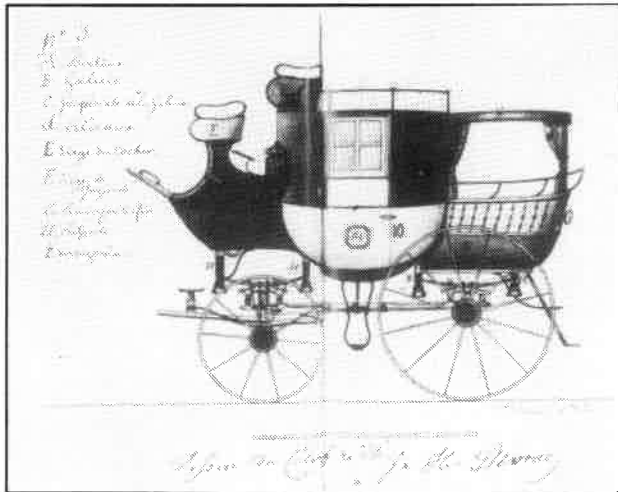

Abb. 2 Celerifer, aus dem Import-Brevet für Jean-Henri Sievrac von 1817 (INPI, Paris)
der französische Fahrradhistoriker Jacques Seray in einem französischen Radsportmagazin (3) und später in seinem Buch (4) seine Recherchen bekanntgab. Er war auf die in der Sorbonne vergrabene linguistische Dissertation des Kanadiers Richard Walter Jeanes (5) von 1950 gestoßen, in der auf die ständige Verwechslung von *vélocifère* und *vélocipède* hingewiesen wurde. Außerdem machte er deutlich, daß der Velocifer und der Celerifer seinerzeit Schnellkutschen mit festem Zeittakt waren und daß ein Jean-Henri Sievrac (sic!) aus Marseille am 30.6.1817 ein Importprivileg für einen Celerifer erhalten hatte (Abb. 2). Damit war klar: Baudry hat die Zweiräder sich aus den Fingern gesogen, Sievrac zum adäquaten Comte de Sivrac geadelt und die Fälschung auf 1791 datiert, damit sein Buch das Hundertjährige feiern konnte! Somit ist auch der Zusatz "lenkbar" zur Draisine sinnlos geworden, denn lenkungslose Zweiräder haben - außer auf dem geduldigen Papier - gar nicht existiert. Zweiräder mit festgestellter Lenkung lassen sich erfahrungsgemäß nicht im Gleichgewicht halten. Doch die Abschreiber in den Coffee-Table-Büchern glauben noch immer an "die Célerifère", wie sie in Anlehnung an die Draisine texteten!